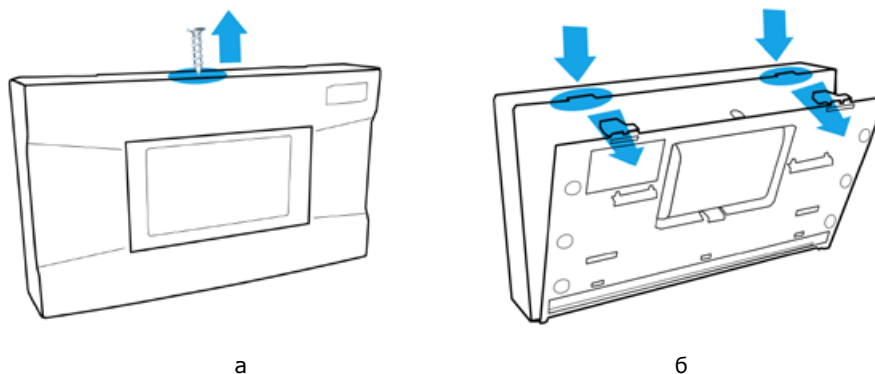

Рис. 5.4. Снятие крышки контроллера
2. Снимите крышку контроллера. Для этого сначала выкрутите винт (рис. 5.4 а), а затем нажмите на защелки и отсоедините крышку от основания (рис. 5.4 б).